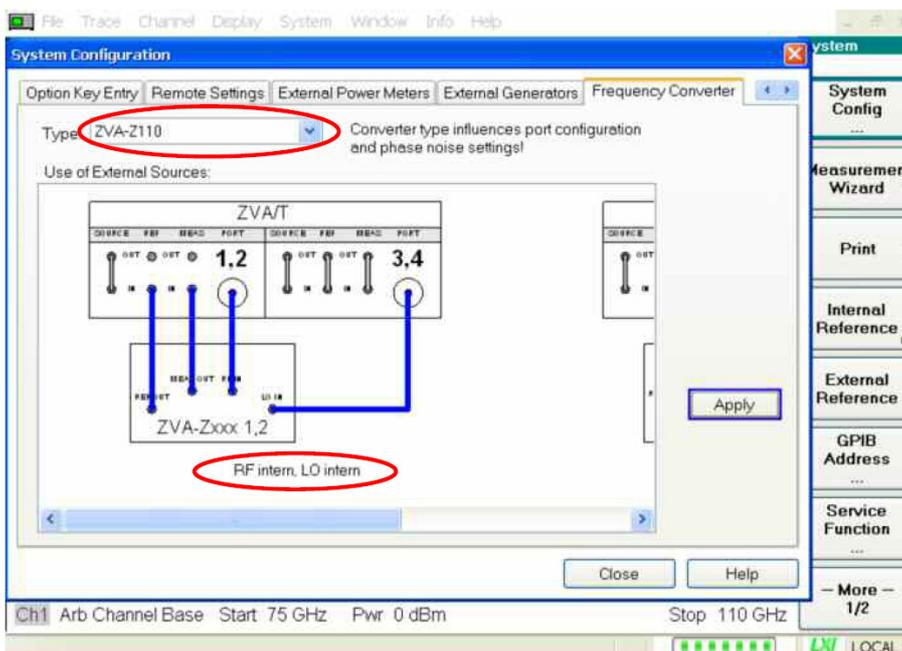

図 4.2 R&S ZVA に対するコンバータの設定
これでコンバータが接続されたネットワーク・アナライザの動作が設定されました。このように設定されたことは、まず、図 4.2 の一番下の信号軸の範囲が 75GHz ~ 110GHz に変わったことで明らかになります。その他の設定、たとえばキャリブレーションに重要なテスト・ポートのタイプにも影響が現れます。このようにして作成された基本的な設定は、プリセットのあと復元されます。実行する測定作業に応じて、次のようにパラメータを変更する必要があります。
コンバータは、*Frequency Converter* のタブ (ページ7の図 4.2 参照) を使用し、*System Config* ダイアログで設定します。コンバータの型式 (この例では ZVA-Z110)、次にケーブルの接続方法 (この例では内蔵の RF と外付けの L0 (*RF intern*, *L0 extern*)) を選択します。*Apply* を押して設定を実行確認します。
- コンバータは、入力パワーが最大許容値を超える状態で操作しないでください。コンバータが損傷する可能性があります。したがって、RF と LO をコンバータに接続する前に、最大入力電力の仕様値を超えていないか確認してください。コンバータを接続する前に、“Frequency Converter” の設定用ダイアログ (図 4.2 参照) で、必ず、正確なコンバータの型式とケーブル接続方法を選択し、“Apply” でその設定を起動しておく必要があります。